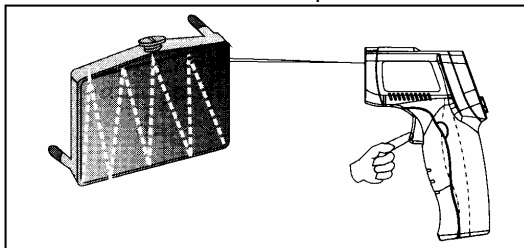

Рисунок 4
2. Обнаружение зоны нагрева (см. рисунок 4)